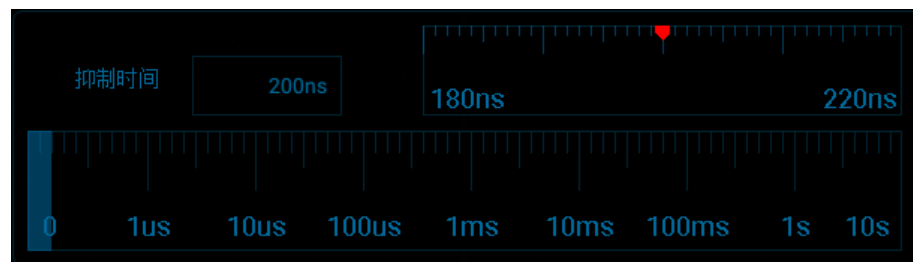

图6-10 触发抑制时间设置界面
- 1) 在主菜单中轻点“触发”打开触发菜单，在“常规”项下轻点“抑制时间”后的方框，打开抑制时间调节界面，左上方显示触发时间，右上方显示微调时间标尺，下方显示粗调时间标尺，如图 6-10 所示。